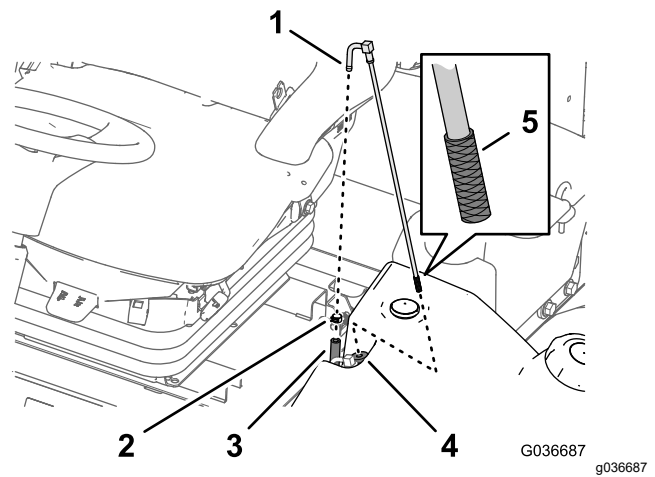

Bild 46
1. Entfernen Sie die Schlauchklemme, mit der der Kraftstoffzulaufschlauch am Anschlussstück des Kraftstoffansaugschlauchs befestigt ist (Bild 46).
2. Schließen Sie den Schlauch vom Anschlussstück ab (Bild 46).
3. Nehmen Sie den Kraftstoffansaugschlauch vom Kraftstofftank ab (Bild 46).
4. Reinigen Sie das Sieb am Ende des Kraftstoffansaugschlauchs (Bild 46).
5. Stecken Sie den Kraftstoffansaugschlauch durch die Gummibüchse in den Kraftstofftank (Bild 46).